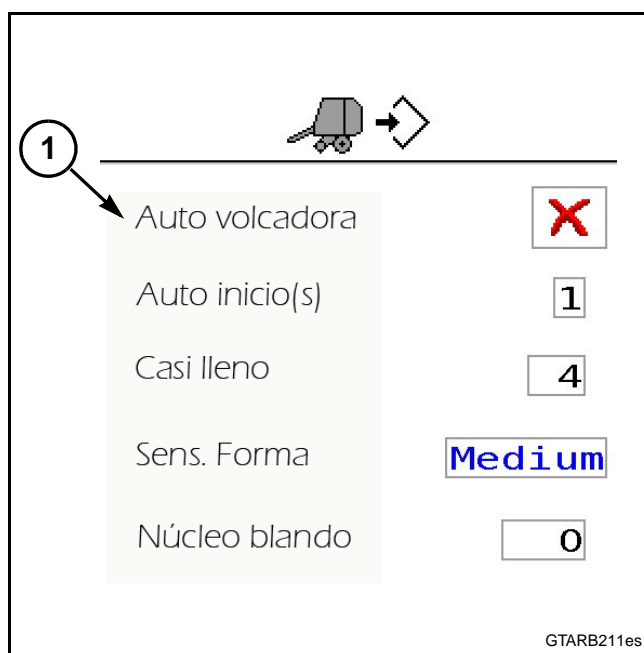

FIG. 77
FIG. 77: El eyector se puede activar o desactivar desde la pantalla de configuración de la enfardadora. Configure el ajuste de modo automático del eyector (1) según sus preferencias.